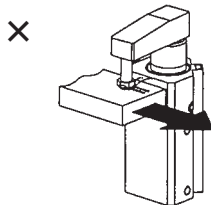

图5
- ④夹紧中的工件受外力等而动作的使用不要进行。(图5)
- ⑤其他，在气缸的活塞杆上，受回转力的作用，不要使用。
①回转方向的工作不可进行。